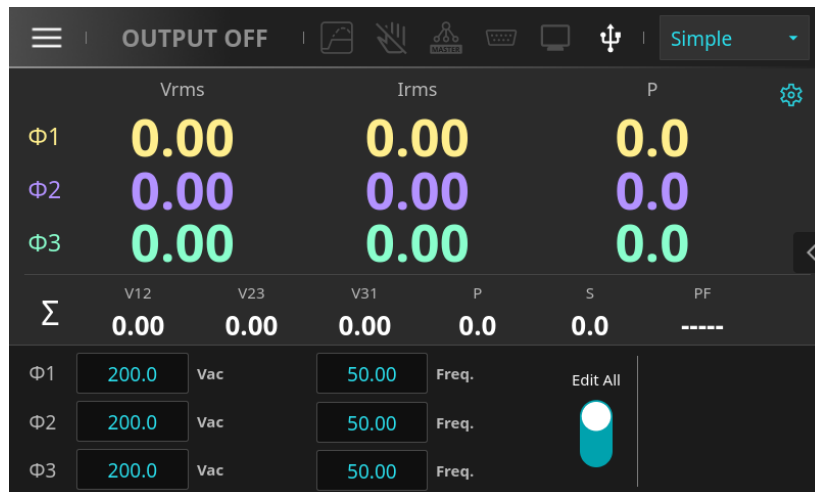

图 4-36 三相模式主画面(Coupling=AC)
4. 点选首页键  回到主画面，如图 4-36 所示，三相模式输出模式已变更为 AC。